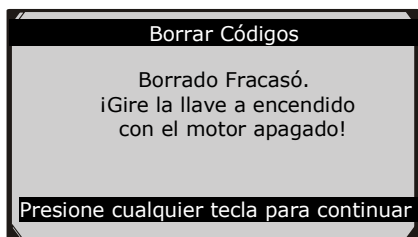

Figura 6.8
- Si los códigos no son eliminados, entonces el mensaje “Borrado Fracaso. ¡Gire la Llave a posición de encendido ON con el Motor apagado!” se mostrará. (Figura 6.8)